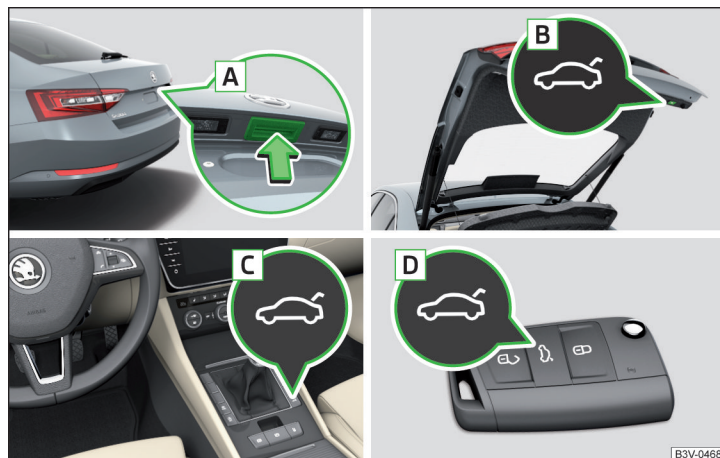

Fig. 59 Operarea capotei
- ▶ Prin apăsarea mânerului [A] » fig. 59.
- ▶ Prin apăsarea tastei [B] » fig. 59.
- ▶ Prin apăsarea tastei **B** » fig. 59.
- ▶ Mențineți apăsat butonul **B** » fig. 59 la pagina 71, până când se emite un semnal acustic.
Capacul nu reacționează la semnalul de deschidere	Îndepărtarea unui eventual obstacol (de ex. zăpadă), redeschiderea capotei » pagina 71 Apăsarea mânerului A » fig. 59 la pagina 71 și tragerea capotei înspre în sus